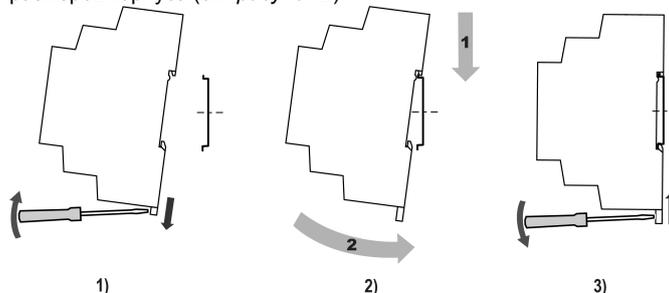

Рисунок 1 – Установка прибора
2. Вставив отвертку в проушину, оттянуть защелку (рисунок 1, 1).
3. Установить прибор на DIN-рейку в соответствии с в направлении стрелки 1 (рисунок 1, 2);
4. Прижать прибор к DIN-рейке в направлении, показанном стрелкой 2. Зафиксировать защелку (см. рисунок 1, 3).